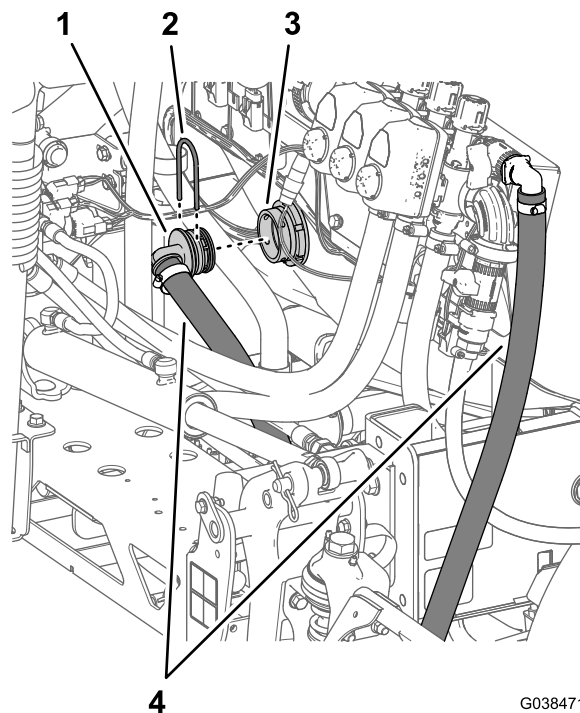

Figura 100
3. Enrute la manguera de desvío de sección alrededor del perfil derecho del bastidor, hacia el pasamuros del depósito de fumigación, según se muestra en Figura 100.
4. Conecte el acoplamiento dentado de 90° de la manguera de desvío de sección al pasamuros (Figura 100).
5. Sujete el acoplamiento de 90° al pasamuros (Figura 100) con la horquilla de retención (grande) que retiró en el paso 1 de Retirada de la manguera de desvío de sección (página 16).